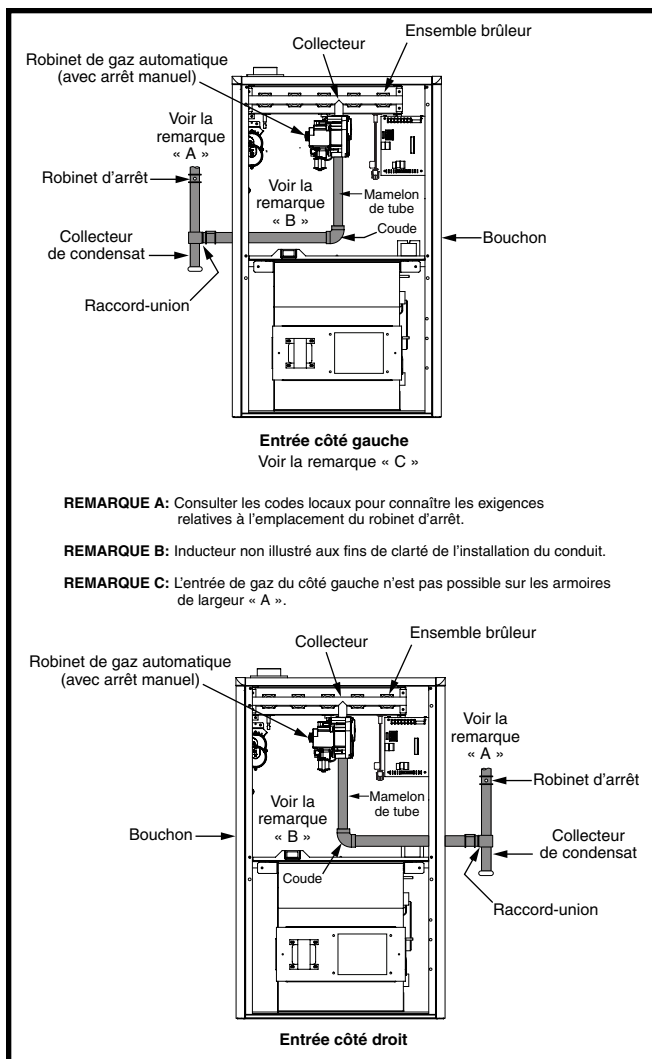

Figure 18. Raccordements de gaz typiques
- Certaines réglementations locales exigent l'installation d'un robinet d'arrêt principal et d'un raccord-union de mise à la terre à l'extérieur du générateur d'air chaud. Le robinet d'arrêt doit être facilement accessible pour l'entretien ou l'utilisation d'urgence. Communiquer avec le service public local ou le fournisseur de gaz pour connaître les exigences supplémentaires relatives à l'emplacement du robinet d'arrêt de gaz principal manuel. Consulter la Figure 18 \(page 19\).
- Il faut installer un collecteur de condensat dans la longueur de conduit verticale acheminée jusqu'à l'appareil. Consulter la Figure 18.
Au moment de raccorder l'alimentation en gaz, prévoir un dégagement entre la conduite d'alimentation de gaz et le trou d'entrée dans le boîtier du générateur d'air chaud pour éviter les bruits non désirés ou les dommages au générateur d'air chaud. Raccordements de gaz typiques, comme indiqué à la Figure 18.